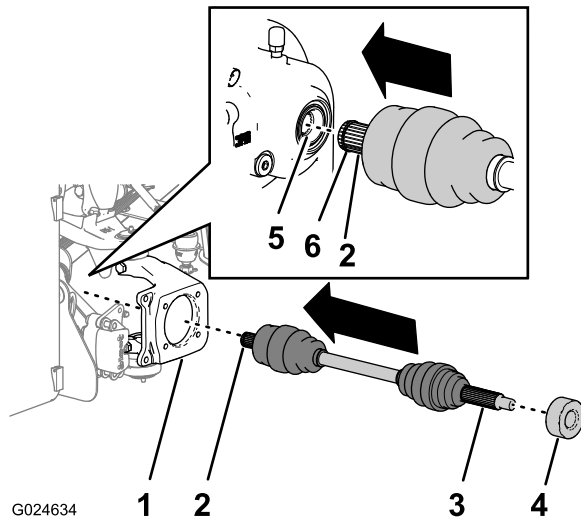

Figure 32
1. Essayez les cannelures à chaque extrémité des 2 essieux avant (Figure 32).
3. Glissez le bout d'arbre intérieur de l'essieu avant dans le trou de 87,3 mm de diamètre du porte-fusée (Figure 32).
4. Aligned les cannelures du bout d'arbre intérieur et les cannelures de l'embout de différentiel, et déplacez l'essieu vers l'intérieur jusqu'à ce qu'il soit complètement engagé dans l'embout du différentiel (Figure 32).
5. Glissez l'entretoise sur le bout d'arbre extérieur et positionnez-la sur la partie intérieure des longues cannelures (Figure 32).